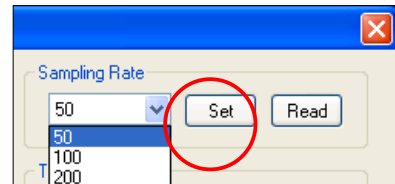

図 21 サンプルレートの選択
4. サンプルレートを変更するには、矢印をクリックしメニューを開きます。(図21)